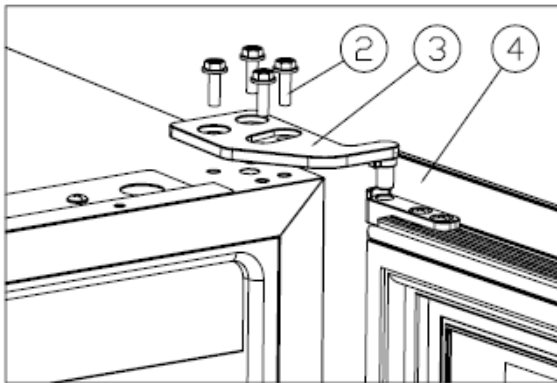

Figure 1
- Désserrez les vis ② de la charnière supérieure droite [Figure 1].